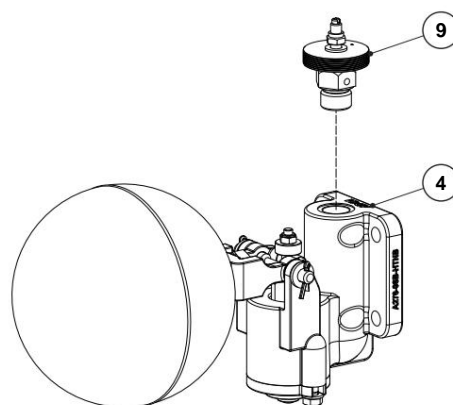

Figura 6
1. Desaperte os parafusos (10) gradualmente em padrão cruzado e separe a tampa (2) do corpo (1).
2. Remova a junta do corpo (3), desparafuse os parafusos (4A), remova a junta (5) e o conjunto do mecanismo (4, 6, 7, 8, 9).
4. Limpe completamente as superfícies do corpo (1) e da tampa (2), sem deixar restos de grafite.
5. Se apenas a ventilação automática (9) precisar ser substituída, prenda firmemente a sede (4) em uma morsa com garras macias (fixada pelo corpo da sede e não pela porca da sede) e desparafuse a ventilação automática (9) – consulte Figura 6.
7. Aplique um selante de silicone adequado na rosca do novo purgador automático (9) e aperte com o torque recomendado – consulte a seção 9.6 – Torques de aperto.
8. Coloque uma nova junta (5) e coloque o conjunto do mecanismo (4, 6, 7, 8, 9) no corpo (1) com a ventilação automática (9) voltada para cima.
9. Fixe a sede (4) apertando os parafusos (4A) com o torque recomendado – ver seção 9.6 – Torques de aperto.